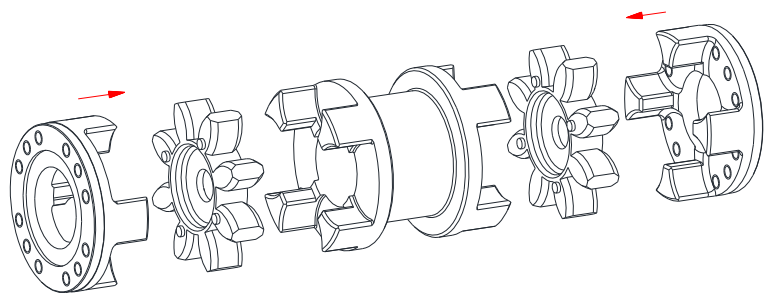

Fig. 9 : Assemblage flasques d'entraînement, anneaux et entretoise DKM
- Assembler flasques d'entraînement, anneaux et entretoise DKM (fig. 9).